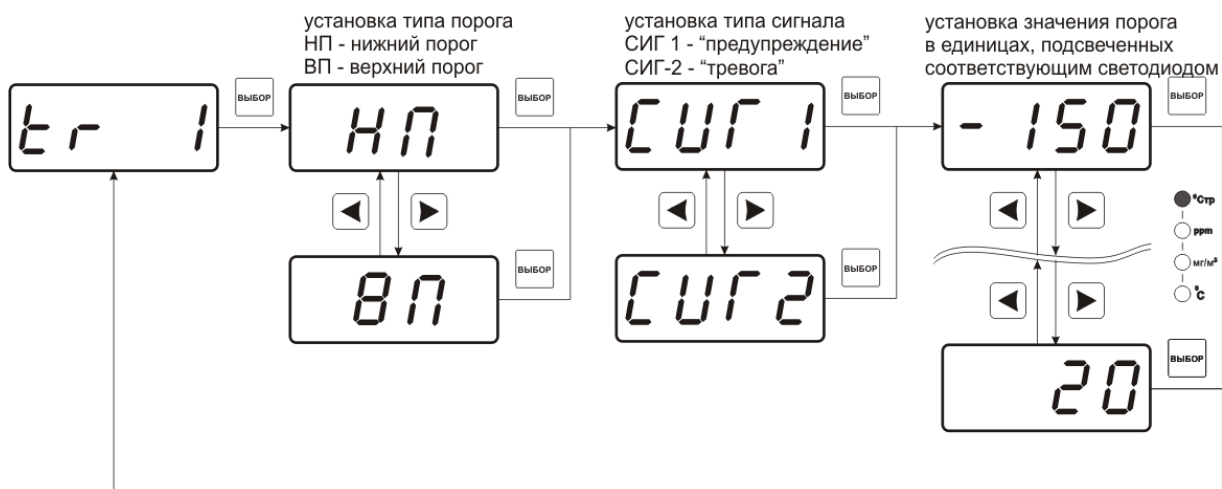

Рисунок 6.6 Схема задания порогов по температуре (влажности, давлению)
6.3.3.1 **Задание порогов** по влажности (и по температуре, по давлению) производить в соответствии с рисунком (Рисунок 6.6).